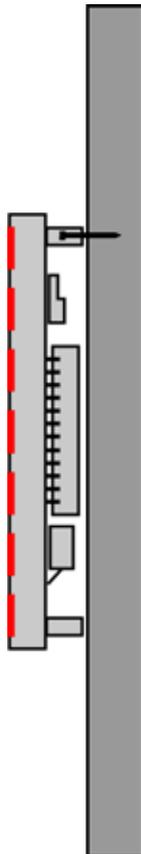

Abbildung 01
5. Stecken Sie das Display mit den Lüsterklemmen auf die Nägel. Hierzu müssen die Schrauben der Lüsterklemmen aufgedreht werden. (Siehe Abbildung 01)